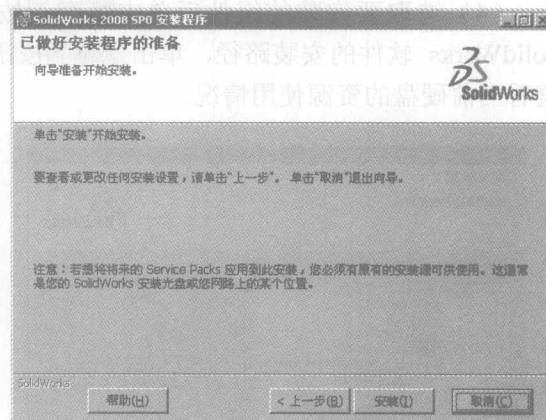

图 1-9 设置完毕
(8) 单击 **下一步(N) >** 按钮打开如图 1-9 所示的安装窗口，系统提示已做好安装准备，单击 **安装(I)** 按钮即可完成软件的安装。